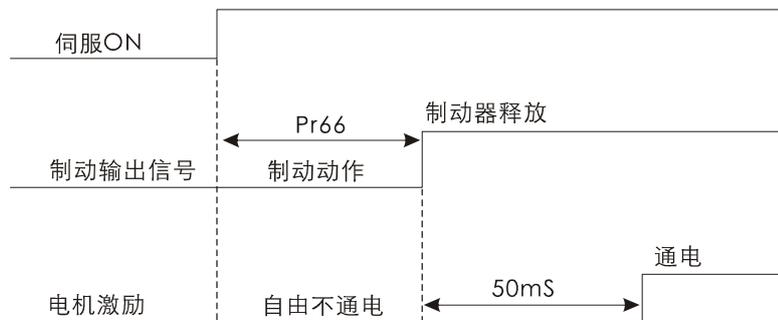

图 9.4 制动时序图 a
- a) 伺服 ON 时，制动器信号输出时序图：（图 9.4）